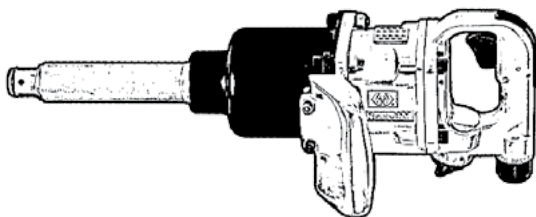

Рис. 1
2. Управление гайковёртом осуществляется с использованием курка (Рис.1, п.13), который находится под указательным пальцем. При нажатии на курок, сжатый воздух поступает в рабочую полость двигателя и вращает ротор. Следует учесть, что после того как Вы отпустите курок вращение механизма будет осуществляться ещё несколько секунд. В целях безопасности, кладите гайковёрт только после того как он полностью остановился.
4. Режимы «закручивание» (F) и «откручивание» (R) устанавливаются переключателем реверса.